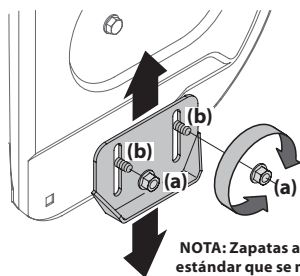

Figura 2-55
1. Afloje las cuatro tuercas hexagonales (a) (dos en cada lado) y los pernos del carro (b). Mueva las zapatas antideslizantes a la posición deseada. Consulte Figura 2-55.
NOTA: Las zapatas antideslizantes de su unidad pueden verse ligeramente diferentes (y tener hardware diferente) que los que se muestran en la Figura 2-55.